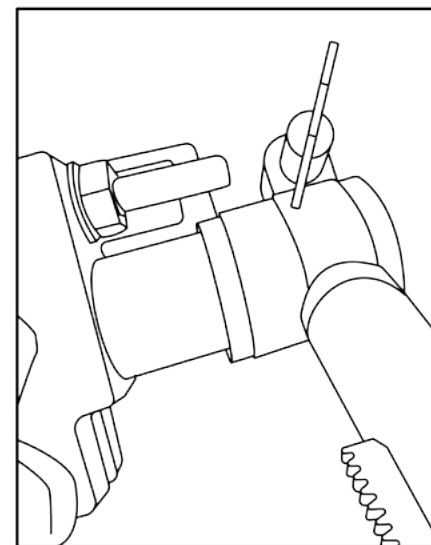

Рис. 9
11. Установите необходимый угол держателя горелки по шкале, обозначенной на основании зажима (Рис.9).